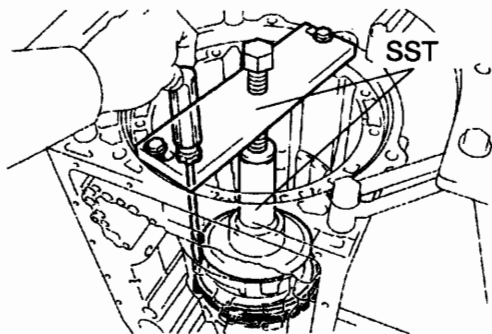

图 12-1-78
②如图 12-1-78 所示, 用 SST 和压具安装 2 号制动弹簧卡环。
(17) 安装制动活塞回位弹簧卡圈。参见图 12-1-78, 用 SST 和压具安装制动活塞回位弹簧。